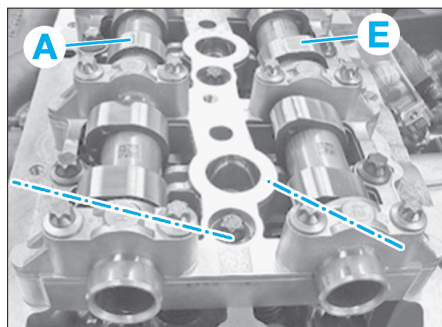

Fig. 5
- Les cames de l'arbre à cames d'admission (E) relatives au cylindre 1 sont inclinées vers le haut (Fig.5).